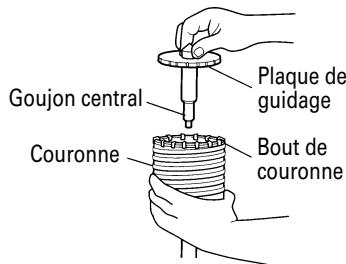

Fig. 13
- (3) Introduire la guijon central dans la plaque de guidage jusqu'à ce qu'il arrête.
- (4) Engager la plaque de guidage dans la couronne et tourner la plaque de guidage à gauche ou à droite de manière à ce qu'elle à ce qu'elle ne puisse pas tomber, même si elle orientée vers le bas. (Fig. 13)